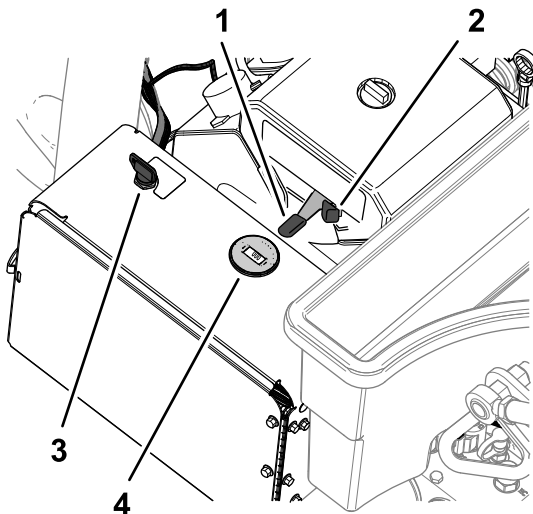

Bild 77
2. Verwenden Sie den Choke (Bild 77) folgendermaßen: